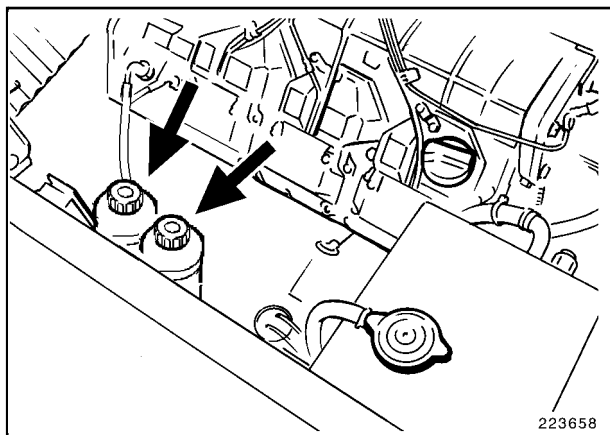

Fig. 1
- Desenroscar la tapa (roja) del recipiente de compensación (Fig. 1).
- Desenroscar la tapa del recipiente de compensación (Fig. 1).